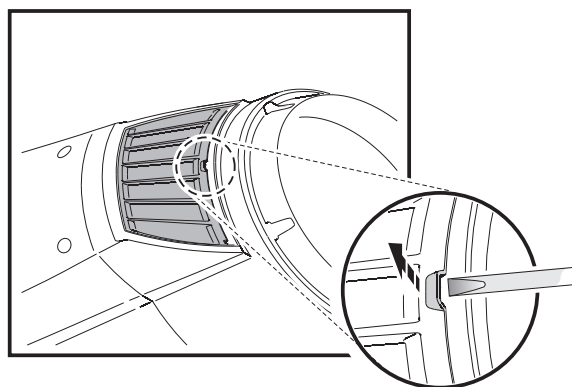

Figure 16: Démontage des filtres à air
2. Voir Figure 16. Sur chaque côté de la tête, utilisez un petit tournevis plat pour soulever l'avant du porte filtre. Tirez le porte filtre vers l'avant pour le déclipser.